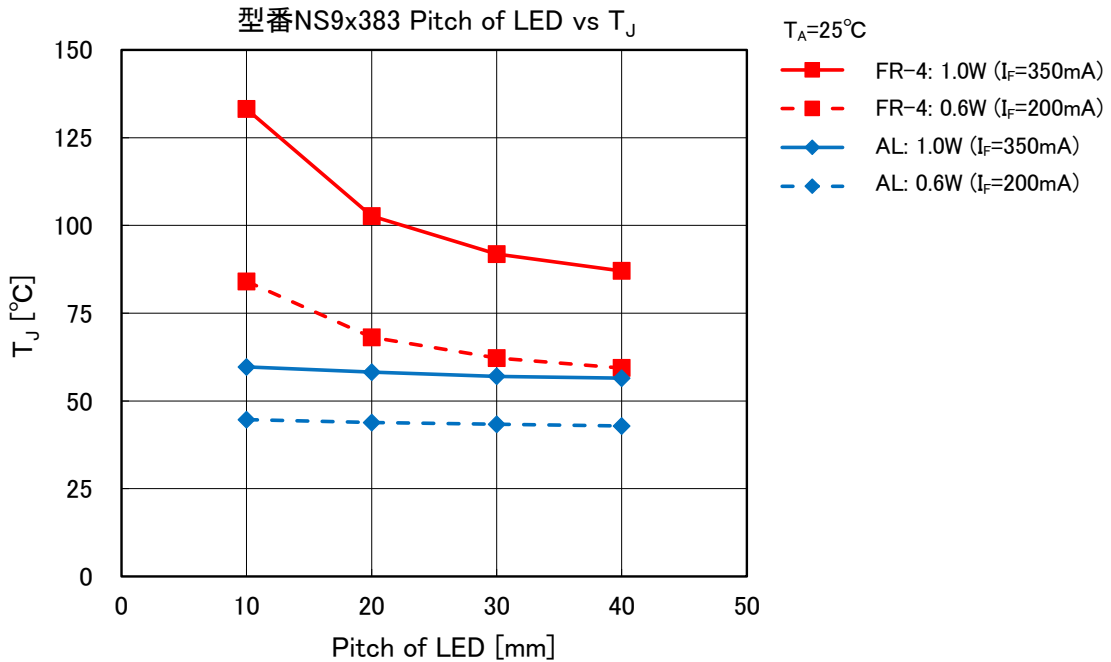

図 2. 型番 NS9x383 評価結果
0.6W( $I_F=200\text{mA}$ )と 1.0W( $I_F=350\text{mA}$ )における LED 実装ピッチと中心 LED の  $T_J$  の関係を図 2 に示します。FR-4 におけるこれらの条件下では、20mm 以上のピッチを設けることで相互影響は小さくなります。また、アルミ基板では 10mm ピッチでも相互影響は小さく、狭ピッチでの配置が可能です。